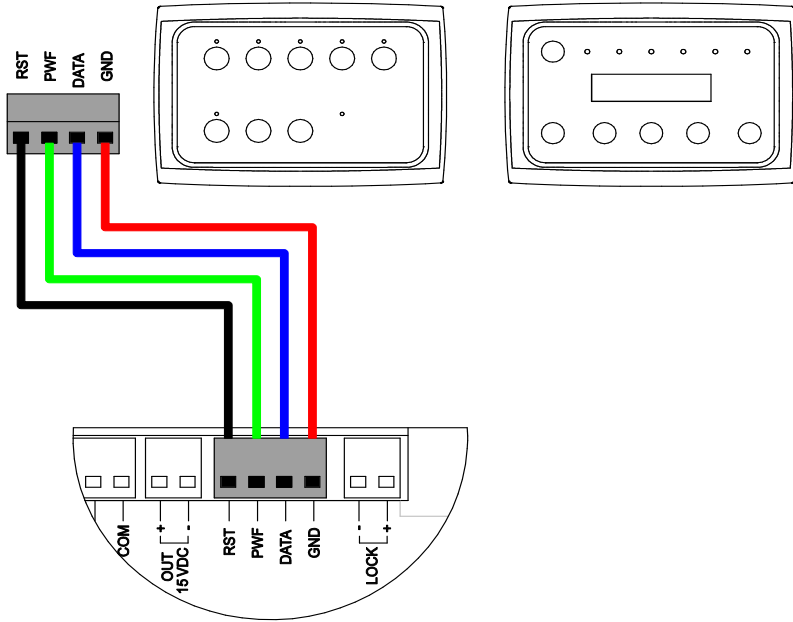

Fig.34
- 1)** Enganche la alfombrilla de esponja (A) en el extruido, en la posición indicada en la Fig. 34, procurando colocarlo al ras del diente inferior de la base extruida, en el lado donde está el orificio roscado.
- 2)** Introduzca las dos baterías (C) en el estribo de fijación de las baterías (B) y enganche la batería al diente de la base extruida como se indica en la Fig. 34;
- 3)** Atornille con el tornillo TCEI M6x10 (D) el estribo de fijación de las baterías a la base extruida.
**7)** Conecte el borne del cableado (H) a la tarjeta electrónica como se indica en la Fig. 34.
**8)** Conecte la tarjeta PCB cargadora de baterías (I) a la tarjeta electrónica como se indica en la Fig. 34.